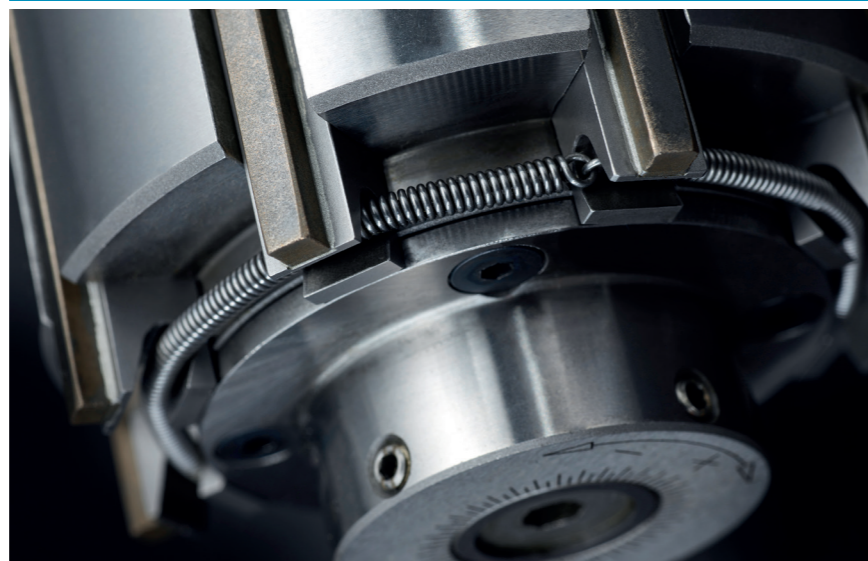

Abb. 7: Ringfeder-Anordnung [6]
- Montage unter Berücksichtigung der fertigungstechnisch durchgängigen Leistenzuordnung mit 2-facher Ringfeder-Rückstellung (s. Abb. 7)